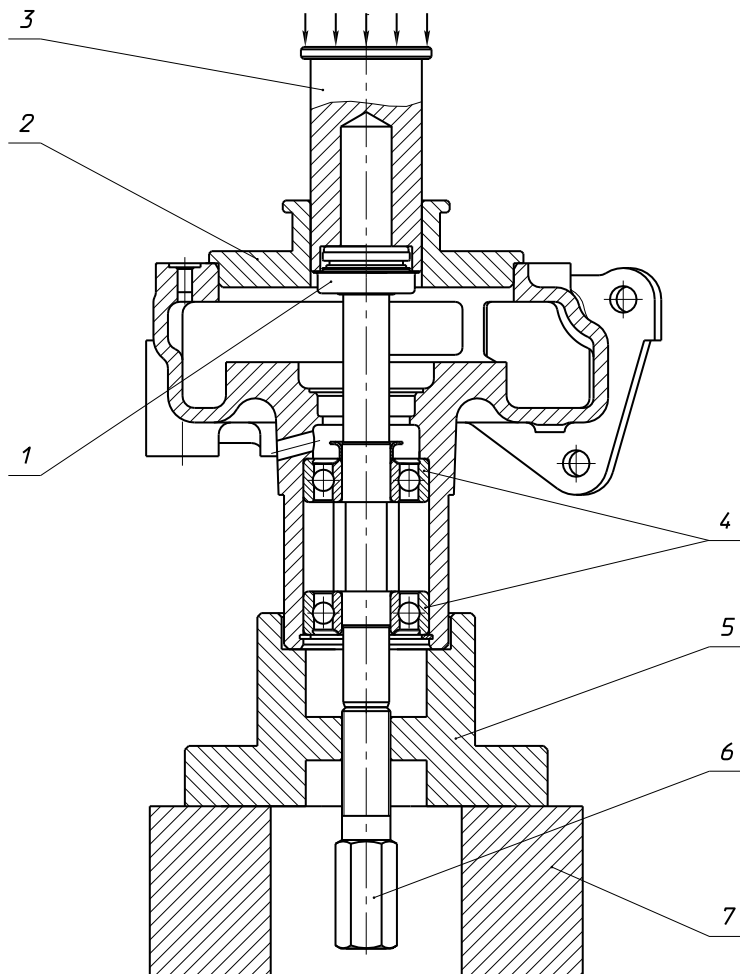

Рис.142. Установка торцового уплотнения "КАСКО"
1. Установить корпус насоса в сборе с валом и подшипниками через специальную проставку 5 вертикально на жесткую опору 7, которая имеет внутреннее отверстие для размещения установочного винта 6 (см. рисунок 142).
На рисунках 143 - 146 приводятся эскизы для изготовления деталей приспособления по сборке водяного насоса при установке уплотнения «КАСО» (см. рисунок 142). Материал деталей – сталь.